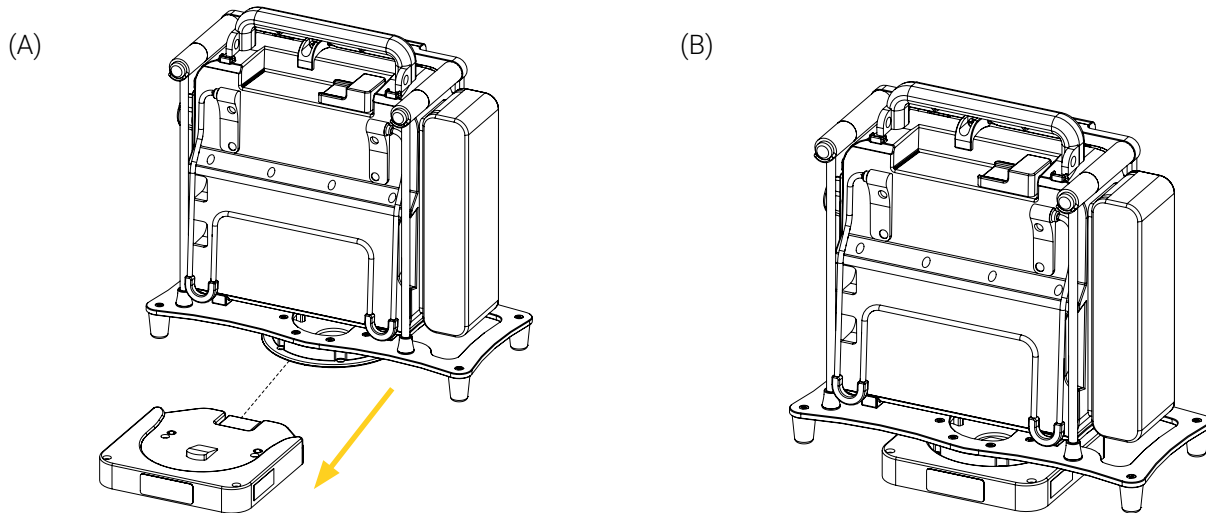

Figure 11: Installation du support dans la Standard Surface Base
1. Aligner et insérer le disque inférieur standard du support horizontalement dans la Standard Surface Base (Figure 11), portant une attention particulière de ne pas coincer les câbles de l'appareil médical.